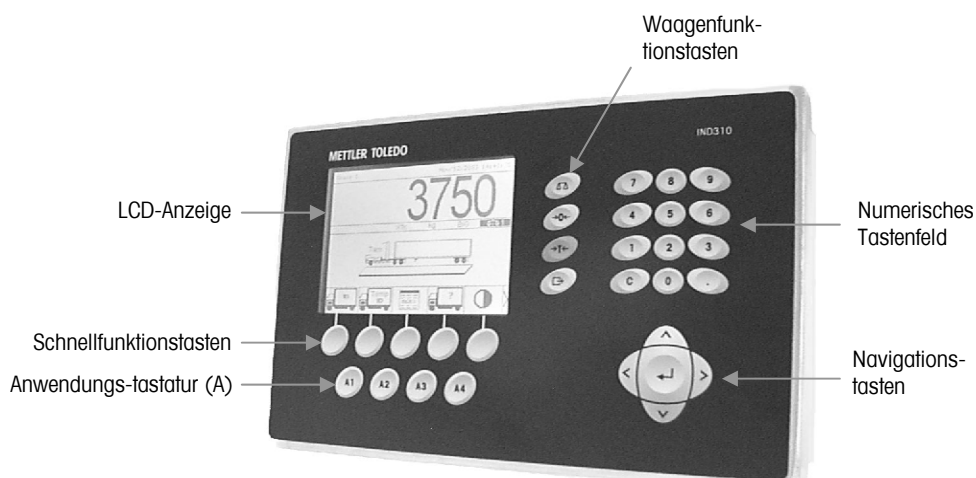
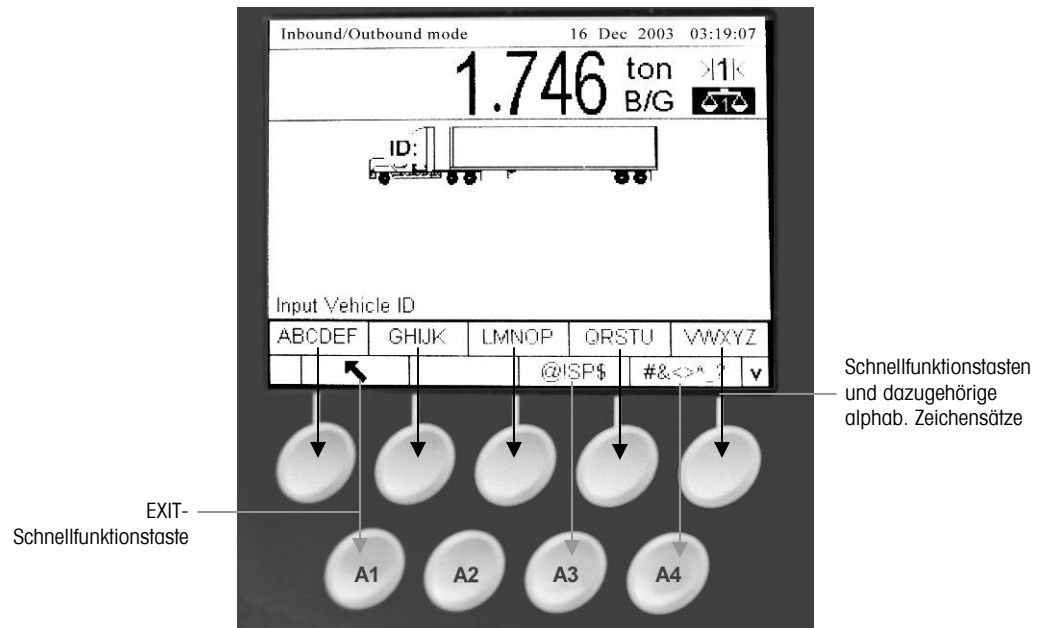

Abbildung 2-4: Tastenpositionen und Bildschirm des Standardwägebetriebs
Abbildung 2-5: Alphabetische Tasten
Die Positionen der oben aufgeführten Tasten und des Standardwägebetriebsbildschirms sind in Abbildung 2-4.
Am unteren Rand des Anzeigebildschirms befinden sich fünf Schnellfunktionstasten (siehe Abbildung 2-4). Manche Bildschirme verfügen eventuell bis zu drei Seiten mit Schnellfunktionen mit insgesamt 15 möglichen Funktionen. Ein
Die Anwendungstasten (A-Tasten) befinden sich unter den Schnellfunktionstasten (siehe Abbildung 2-4) und haben folgende Bezeichnung
Zur Eingabe von Daten und Befehlen wird das numerische Tastenfeld mit 12 Tasten verwendet (siehe Abbildung 2-4).
Bei manchen Setup-Seiten funktionieren Schnellfunktionstasten und Anwendungstasten wie alphabetische Tasten (siehe Abbildung 2-5), die zur Eingabe von alphabetischen Zeichen für Setup-Parameter wie beispielsweise Kennwörter verwendet werden.
Zur Verwendung der alphabetischen Tasten wird der Cursor in das Dateneingabefeld gesetzt (siehe Navigationstasten). Anschließend wird die Schnellfunktionstaste bzw. Anwendungstaste gedrückt, die mit dem gewünschten Satz von Zeichen verknüpft ist (siehe Abbildung 2-5). Die Schnellfunktionstasten ändern sich und zeigen jedes alphabetische Zeichen an, das im ausgewählten Satz mit alphabetischen Zeichen enthalten ist. Mit den AUFWÄRTS- und ABWÄRTS-Navigationstasten (siehe Abbildung 2-4) wird zwischen Groß- und Kleinbuchstaben umgeschaltet. Drücken Sie auf die Taste, die mit dem spezifischen alphabetischen Zeichen verknüpft ist, das eingegeben werden soll. Um zum alphabetischen Haupttastenmenü zurückzukehren, wird die
2. Wenn sich das Fahrzeug auf der Waage befindet, wird die FAHRZEUG-ID-Schnellfunktionstaste gedrückt. Eine Fahrzeug-ID-Eingabeaufforderung wird zusammen mit einem Cursor im Fahrzeug-ID-Feld eingeblendet. Die Schnellfunktionstasten und Anwendungstasten werden zu alphabetischen Tasten (siehe Abbildung 2-5).
- A. Geben Sie an der Eingabeaufforderung zur temporären ID, bei der ein Cursor im ID-Feld eingeblendet wird, die ID-Informationen ein. Die Schnellfunktionstasten und Anwendungstasten werden zu alphabetischen Tasten (siehe Abb. 2-5).